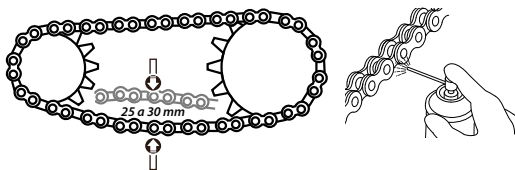

Imagen 22. Holgura de la cadena.
2. Mover la cadena con la mano hacia arriba y hacia abajo para revisar que su holgura esté entre 25 y 30 mm. Ver imagen 22.